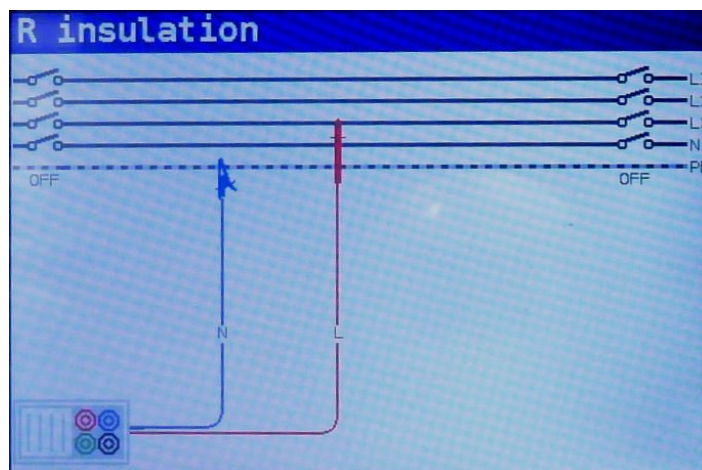

Abbildung 5-2 : Anschluss des Universalprüfkabels
Schritt 3 Vergewissern Sie sich, dass an dem zu prüfenden Gegenstand keine Spannungen anliegen. Schließen Sie die Messleitungen an das VOLT CRAFT IST 1000 / 3000 an. Schließen Sie die Prüfkabel an den zu prüfenden Gegenstand an. (siehe Abbildung 5.2), um die Isolationswiderstandsmessung durchzuführen.